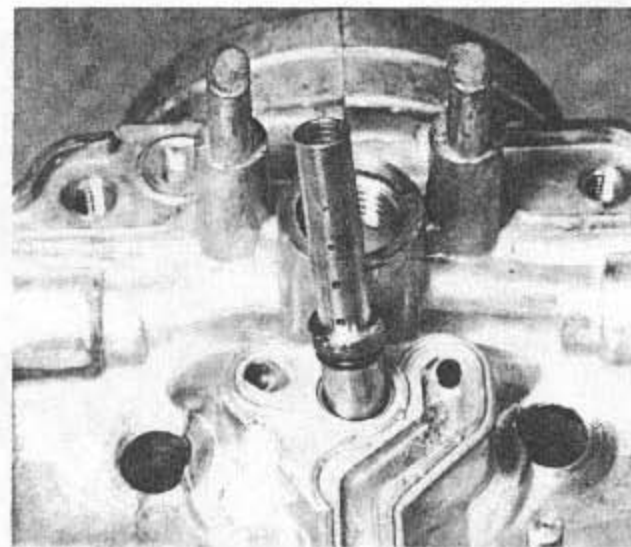

Bild 182
- Die Nadeldüse ist in den Mischkammerboden eingesteckt und lässt sich leicht abziehen. Man beachte den kleinen O-Ring (Bild 182).